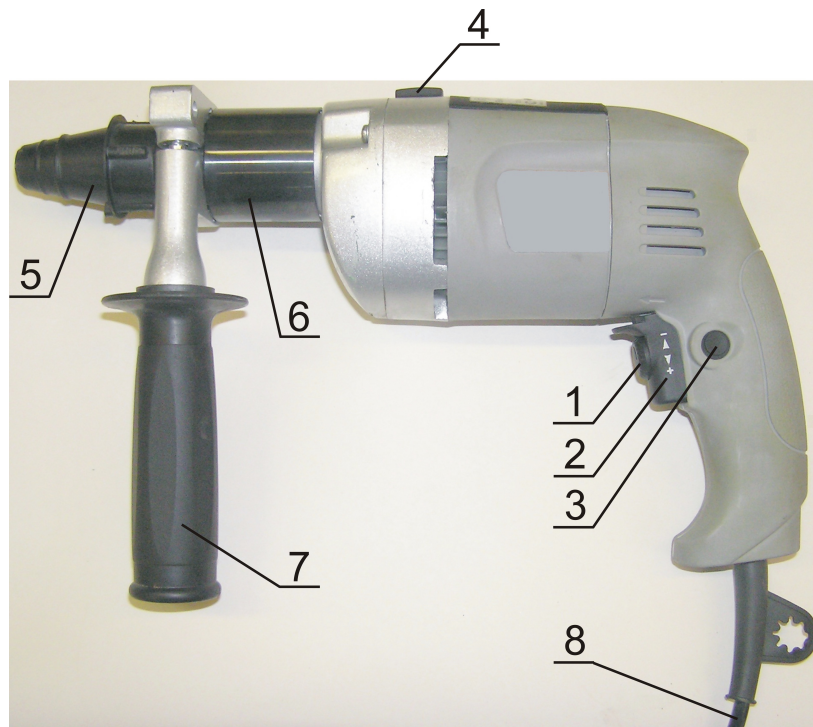

Рисунок 1. Электропривод ИВ-120 (ИВ-115, ИВ-121)
5.3 Включение электропривода осуществляется нажатием на клавишу 1 выключателя (см. рисунок 1). Конструкция выключателя обеспечивает его фиксацию во включенном положении кнопкой 3. Плавность изменения частоты вращения шпинделя от минимального до максимального значения осуществляется посредством изменения усилия нажатия на клавишу 1. Установка предельного значения частоты
- с помощью регулятора 2 (*рисунок 1*) установить предельную частоту вращения шпинделя;
ВНИМАНИЕ! Переключатель режима работы «сверление/бурение» (см. *рисунок 1*) должен находиться в положении – сверление.